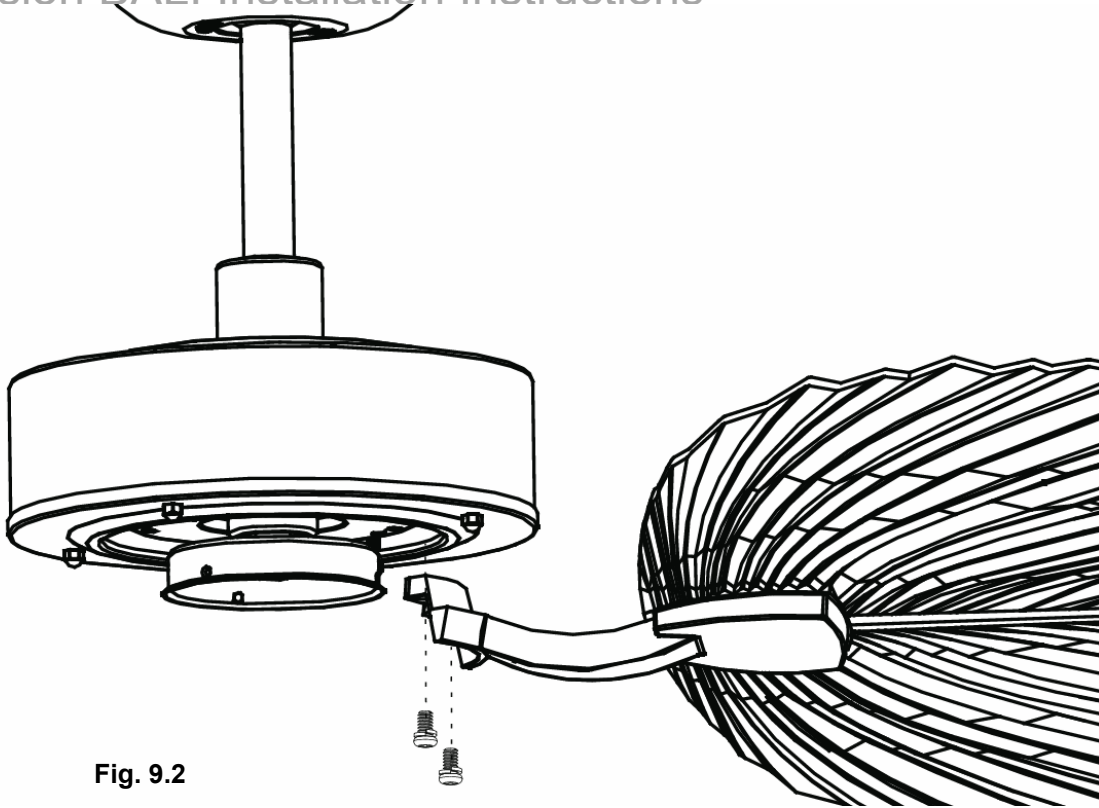

Fig. 9.2
2. Instale el ensamblaje de las aspas del ventilador en el ensamblaje del ventilador mediante los 2 tornillos y el juego de arandelas de presión. (Fig. 9.2)